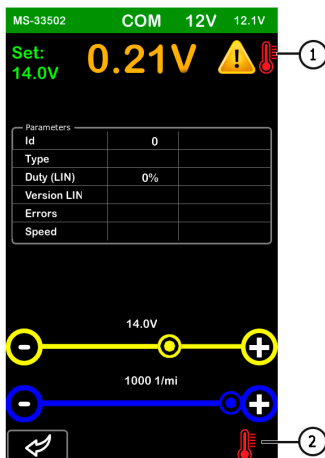

Рисунок 14
2. В случае перегрева регулятора напряжения появятся следующие иконки см. рис. 14.